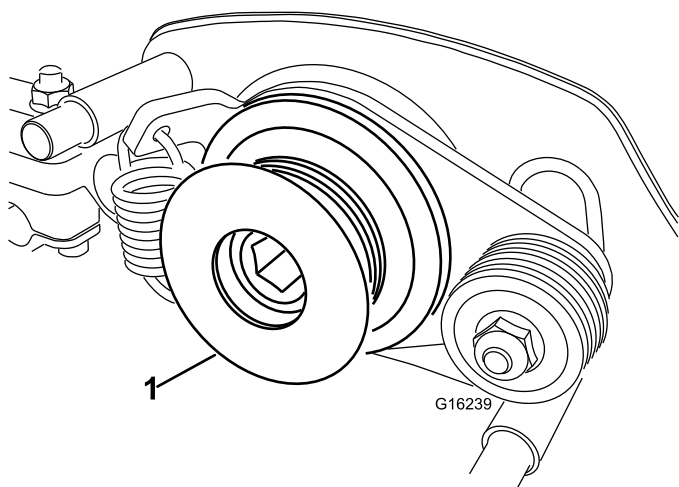

Figura 32
7. Rimuovete la puleggia motrice del groomer dall'albero del rullo (Figura 32).